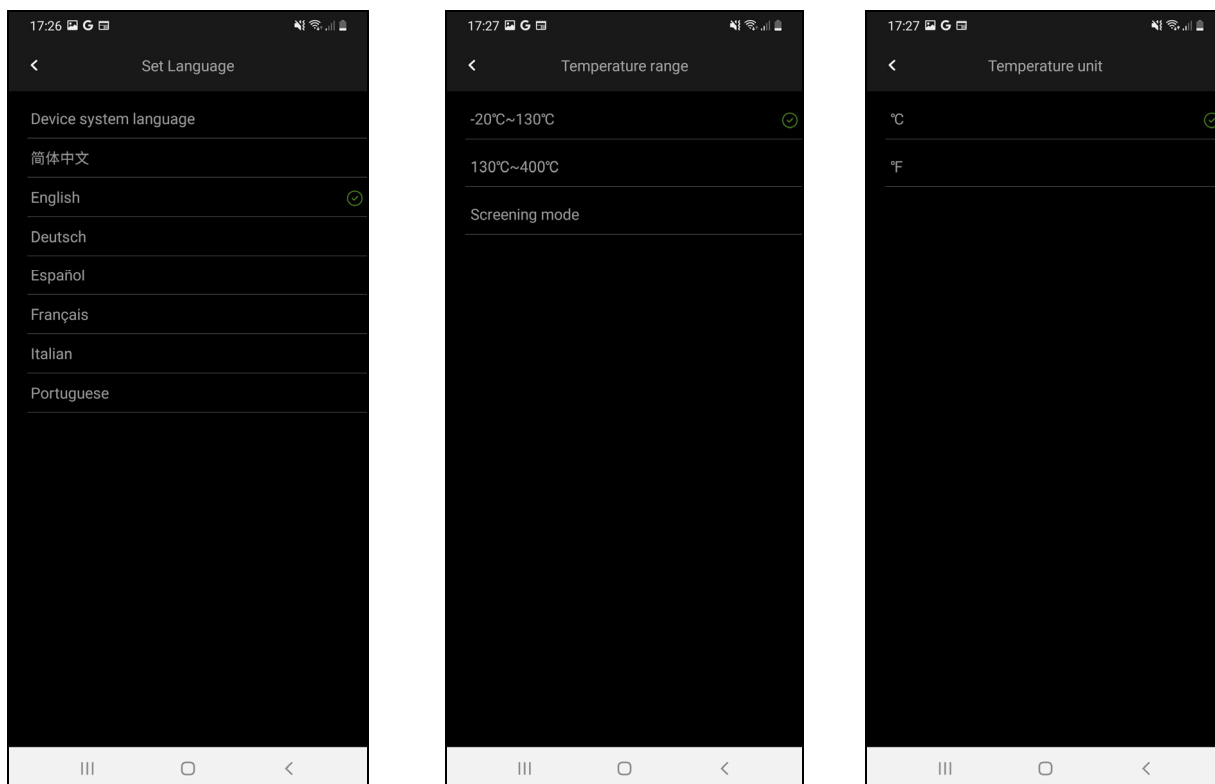

Fig. 5: Exibição de secção configurações gerais
- **Set Language** → permite a seleção do idioma de aplicação de entre as disponíveis. A opção "Idioma do sistema disponível" permite a seleção automática do idioma do sistema do dispositivo móvel (ver Fig. 5 - lado esquerdo)
- **Temperature Unit** → permite a seleção da unidade de temperatura a partir das opções: °C e °F (ver Fig. 5 – lado direito)